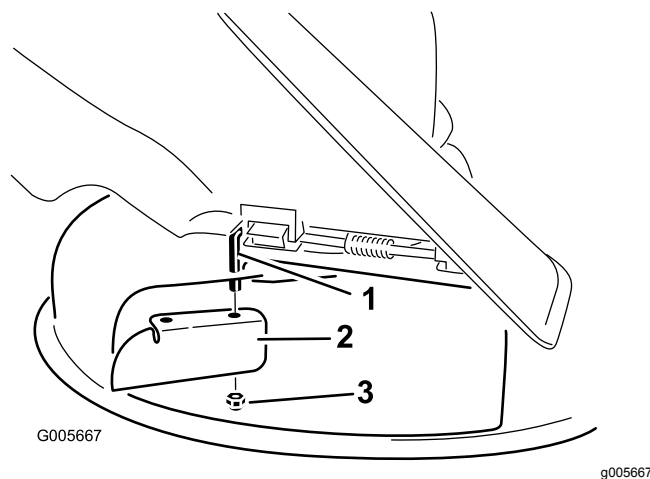

Figure 24
7. Montez le déflecteur d'ouverture sur la tige de pivot exposée (Figure 24).
3. Enlevez le déflecteur d'ouverture du plateau de coupe (Figure 24).